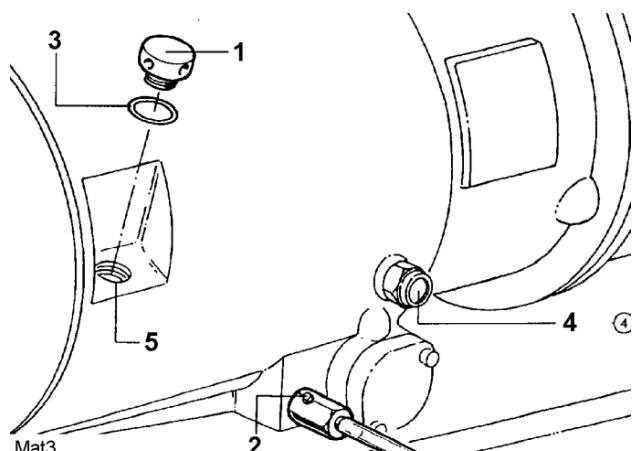

Fig. 1
- Se usa la mirilla 4 (Fig. 1) para controlar el nivel de aceite.
- Abrir cuidadosamente el tornillo de llenado 1 (Fig. 1) para compensar las presiones.